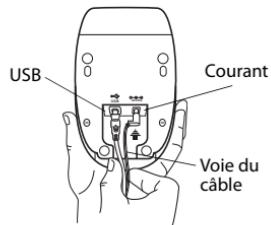

Figure 5
- 2 Branchez l'adaptateur de courant dans le connecteur de courant à l'arrière de l'imprimante. (Figure 5)
- 4 Branchez le câble USB dans le port USB à l'arrière de l'imprimante. (Figure 5)